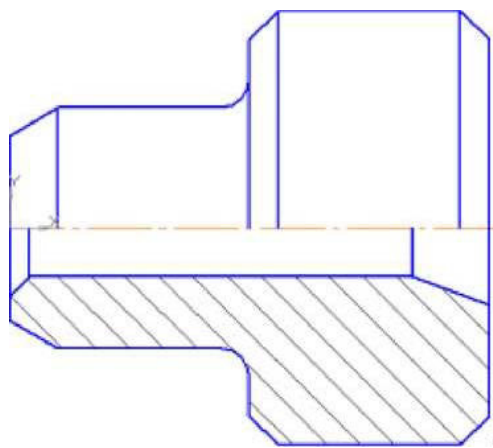

Рисунок 2.
8. Выполните штриховку с параметрами: шаг 5 мм, угол наклона 45° . Для выполнения вертикальных линий сделайте активной команду **Отрезок**  на панели **Геометрия**. Проведите вертикальные прямые до осевой линии (глобальная привязка **Пересечение** должна быть включена), рисунок 2.